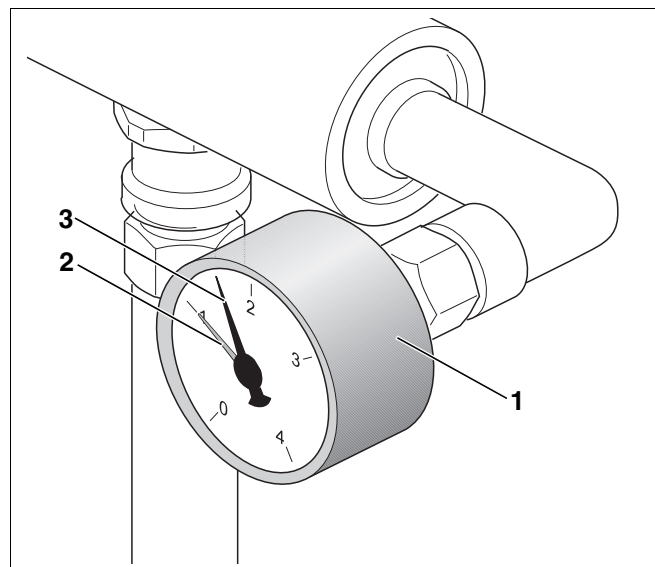

Fig. 13 Manometer
Varme anlægget er udstyret med et manometer (fig. 13, [1]), hvorpå du kan aflæse det aktuelle anlægstryk.
Ved lukkede varme anlæg skal manometerviseren (fig. 13, [3]) stå over den røde viser (fig. 13, [2]).
Manometerets røde viser (fig. 13, [2]) skal være indstillet på det tryk, der kræves til dit varme anlæg. Din vvs-installatør indstiller det nødvendige tryk.
- ▶ Kontrollér, om manometerviseren (fig. 13, [3]) står over den røde viser (fig. 13, [2]).
Hvis manometerviseren (fig. 13, [3]) står under den røde viser (fig. 13, [2]), er trykket i varme anlægget for lavt. Du skal supplere det mistede anlægsvand med efterfyldningsvand.
- ▶ Åbn forsigtigt vandtilførslen og påfyldnings- og aftapningshanen, og fyld varmeanlægget langsomt, indtil manometerviseren (fig. 13, [3], side 21) står over den røde viser (fig. 13, [2], side 21).